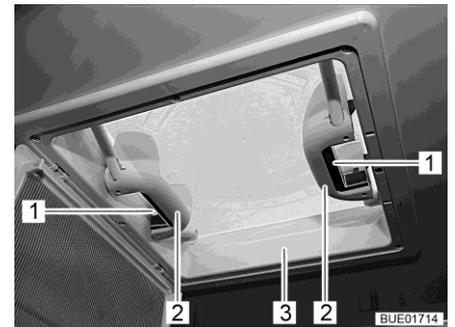

Bild 113 Griffe mit Schnappverschlüssen
- Schnappverschluss (Bild 113,1) zur Innenseite der Dachhaube (Bild 113,3) drücken. Gleichzeitig mit dem Griff (Bild 113,2) die Dachhaube nach oben drücken.
- Dachhaube (Bild 113,3) an beiden Griffen (Bild 113,2) kräftig nach unten ziehen, bis beide Schnappverschlüsse (Bild 113,1) eingerastet sind.